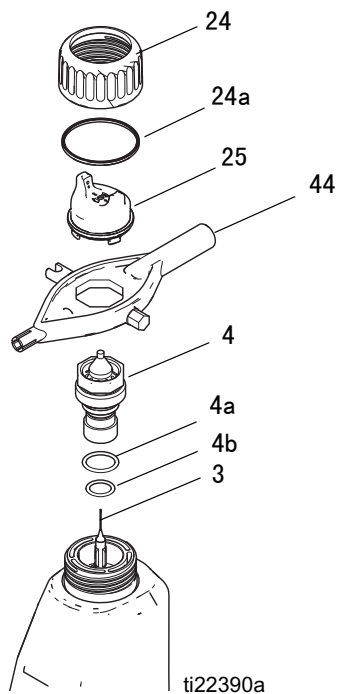

图 28. 空气帽 / 喷嘴更换
2. 卸下固定环 (24) 和空气帽 (25)。参见图 28。
3. 使用多用工具 (44) 卸下流体喷嘴 (4) 组件。